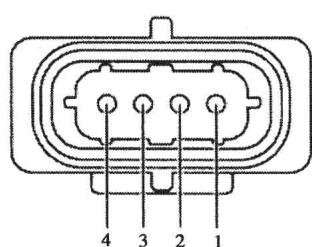

图 1-1-15 加热型氧传感器 1 (HO2S1)
6. 加热型氧传感器 1 (HO2S1) 连接器端子图 (图 1-1-15) 及端子功能表 (表 1-1-6)
7. 加热型氧传感器 2 (HO2S2) 连接器端子图 (参见图 1-1-15) 及端子功能表 (表 1-1-7)